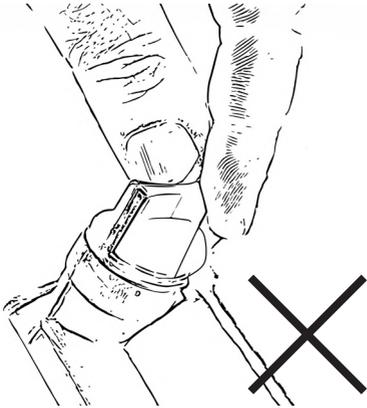

Abbildung 2
Niemals Öleinfüllstopfen mit verbundenen Messstab beim Ablesen des Ölstands in das Gewinde drehen. Das führt zu einem falschen Messergebnis, Abb. 2.
- Tauchen Sie den Messstab vollständig in das Öl ein. Drehen Sie **niemals** den Messstab in das Gewinde, Abb. 2.